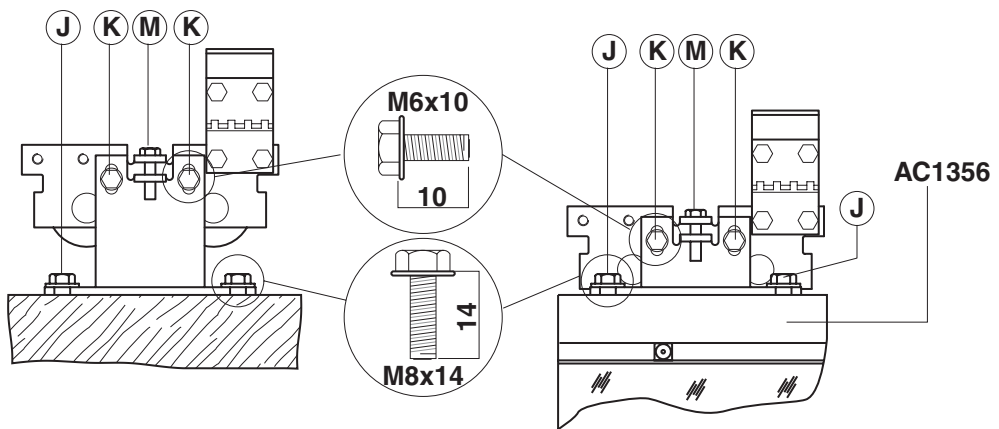

Fig. 9
3.4 Installatie en afstelling van het paneel (fig. 9)
- Het paneel aan de wielengroep vastmaken met de schroeven [J] (fig. 9) . Het externe wiel van de wagen mag nooit verder naar buiten steken dan de afmeting van het paneel.